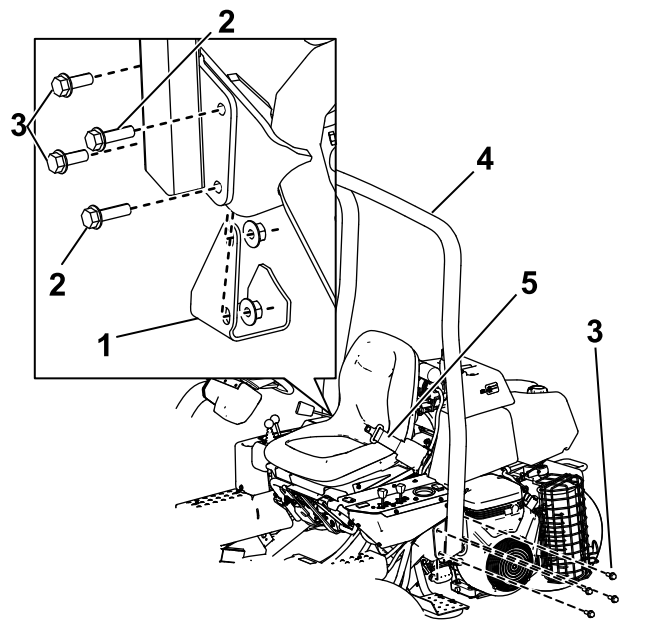

図 6
2. ROPS バー 図 6 を、取り付けブラケットにセットして取り付け穴をそろえる。
3. ROPSの左側を取り付けブラケットに固定するボルト 1/2" x 1 1/2" 4本とロックナットを使用する 図 6。
5. ROPSバーの右側、および先ほど取り外したジャッキパッドを、取り付けブラケットに固定するボルト 1/2" x 1 1/2" 2本、ボルト 1/2" x 1 3/4" 2本、ロックナットを使用し、図 6 に示すように取り付ける。